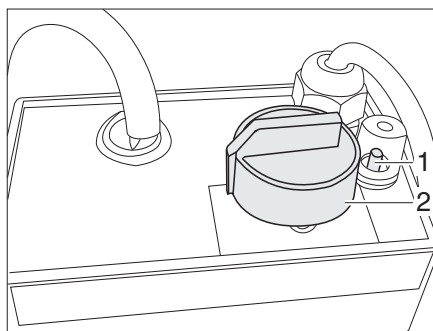

Fig. 120 Regulador para calentamiento eléctrico del piso
- Girar el regulador giratorio (Fig. 120,2) al nivel de calefacción deseado.
- Girar el regulador giratorio (Fig. 120,2) a la posición "0".
Cuando se sobrecarga el regulador, se activa la protección contra sobrecargas. El perno (Fig. 120,1) salta hacia fuera.
- Hundir el perno (Fig. 120,1) en la protección contra sobrecargas cuando se haya enfriado el regulador.